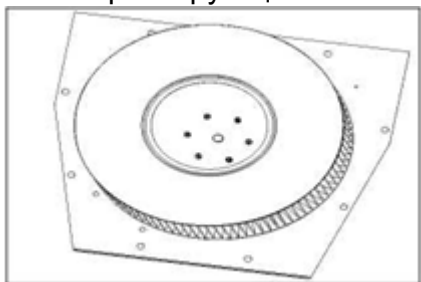

Рис.13
2. Открутите шесть винтов с внутренним шестигранником (Рис.13), чтобы удалить пыль с фильтрующего элемента.